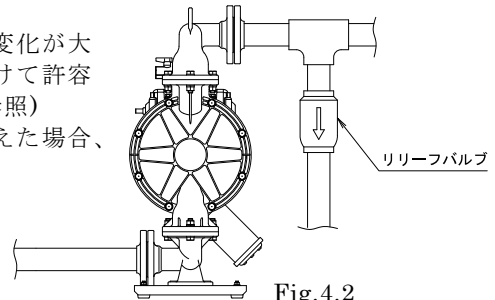

Fig.4.2
- ポンプの設置場所の環境によって移送液材の体積変化が大きい場合は、吐出側にリリーフバルブを取り付けて許容圧力値で開放するようにしてください。(Fig.4.2参照)